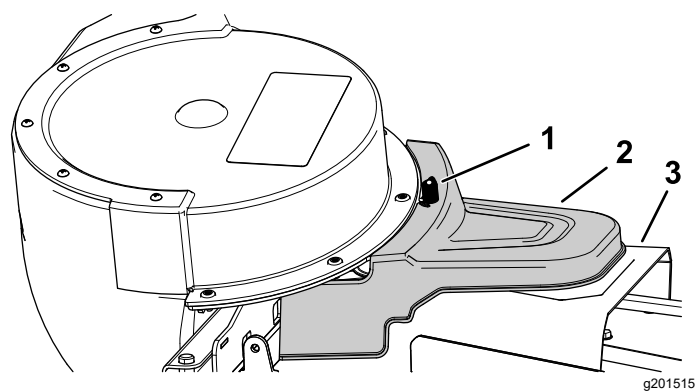

Figura 27
5. Instale a cobertura do depósito de recolha alimentado sobre a cobertura da polia e prenda-a apertando o manípulo (Figura 27).